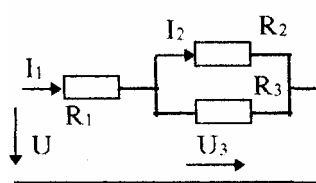

Рис. 2.13.
2.7.18. Як зміняться струм та напруга після нагріву опора R_3 (Рис. 2.13).